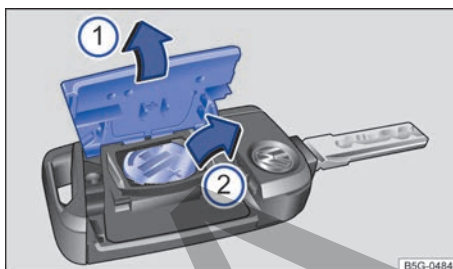
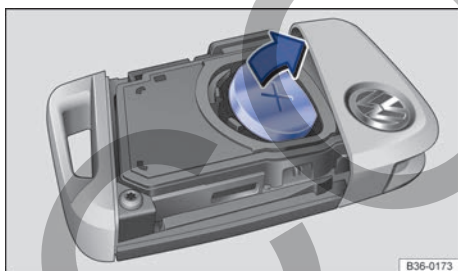

Fig. 49 Llave del vehículo: cambiar la pila de botón.
Fig. 51 Llave del vehículo: cambiar la pila de botón.
Leyenda de la fig. 49:
- Desmonte la tapa → fig. 49 ① haciendo palanca → ①.
- Extraiga la pila de su compartimento → fig. 49 ② haciendo palanca.
- Encaje una pila de botón nueva en el compartimento → ①.
- Presione la tapa sobre la carcasa → fig. 49 ①.
Leyenda de la **fig. 49**:
- Introduzca un destornillador de hoja plana en la llave del vehículo, por la guía exterior de la llave de emergencia, aprox. 1 cm en el sentido de la flecha → **fig. 49** ①.
- Gire el destornillador en el sentido de las agujas del reloj hasta que la tapa se abra → **fig. 49** ②.
- Extraiga la pila de su compartimento → **fig. 51** haciendo palanca.
- Encaje una pila de botón nueva en el compartimento → ① en *Cambiar la pila de botón, llave del vehículo con paletón* de la pág. 63.
- Presione la tapa sobre la carcasa → **fig. 49** ③.